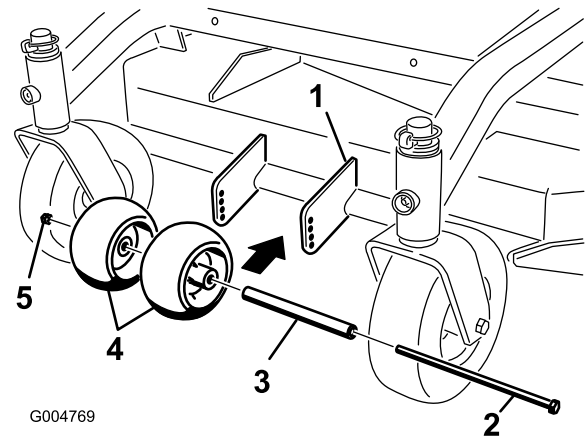

Figure 13
- Après avoir réglé la hauteur de coupe, vérifiez que les galets anti-scalp procurent une garde au sol minimale de 10 mm (Figure 13).
- Si un réglage est nécessaire, retirez le boulon, les rondelles et l'écrou (Figure 13).
- Choisissez le trou requis pour que les galets anti-scalp se trouvent à 10 mm ou plus du sol (Figure 13).
- Remettez le boulon et l'écrou (Figure 13).